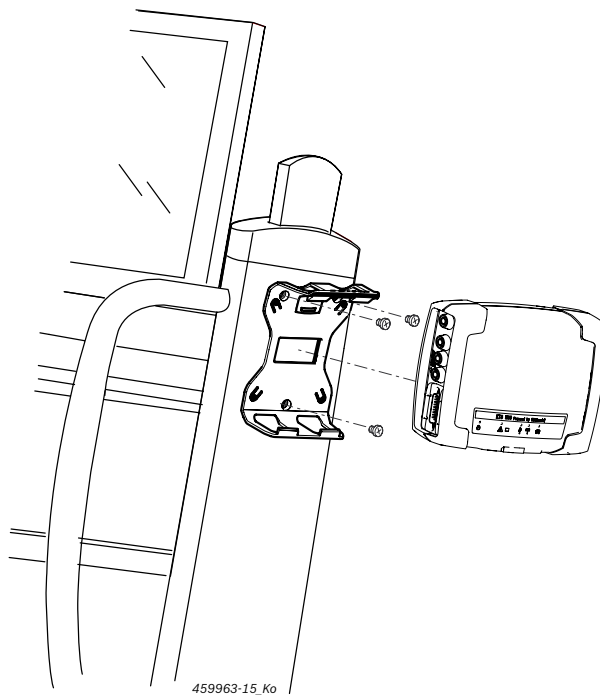

Abb. 7: Montaggio del supporto di fissaggio
1. Con le viti con testa a calotta presenti nella fornitura avvitare il supporto di fissaggio al carrello (fig. 7).